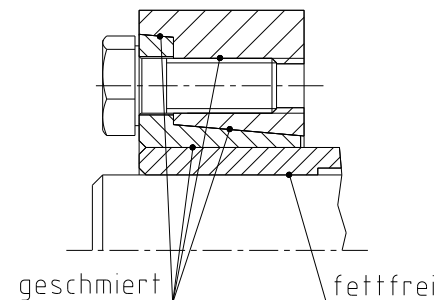

Bild 4: Reinigen und Fetten der Kontaktflächen
Verschmutzte oder gebrauchte Spannsätze sind vor dem Einbau zu demontieren und zu reinigen. Anschließend sind die Konusflächen und Gewinde mit Molykote MoS₂ zu fetten (siehe Bild 4). Zum Nachschmieren z. B. Mehrzweckfett Molykote G Rapid plus verwenden.
- Prüfen Sie den Wellen- und Nabensitz auf die vorgeschriebene Toleranz (siehe Bild 4).
Kontaktflächen von Welle und Nabenbohrung (Hohlwelle innen) dürfen nicht gefettet oder geölt werden (siehe Bild 4).
Gebrauchte Spannsätze sind vor dem Einbau zu demontieren und zu reinigen. Anschließend sind die Konusflächen und Gewinde mit Molykote MoS₂ zu fetten (siehe Bild 4). Zum Nachschmieren z. B. Mehrzweckfett Molykote G Rapid plus verwenden.